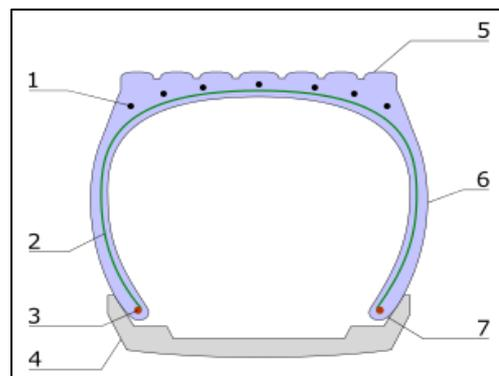

Figura 1. Neumático sin cámara
De la figura 1 se ve las partes principales [8] que son: (1). Cinturón de acero en dirección longitudinal, (2). Estructura radial, (3). Alambre, (4). Llanta, (5). Banda de rodamiento, (6). Pared lateral, (7). Talón (ceja).